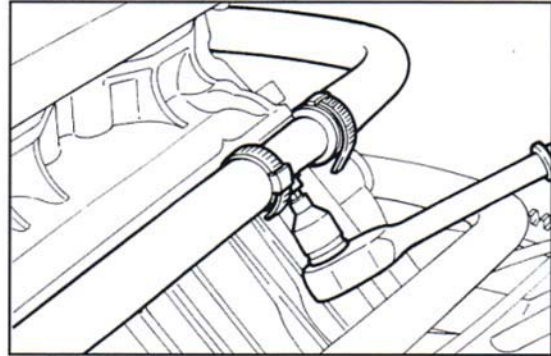

Fig. 58 ▲
- svitare la vite (lunghezza 40 mm) e scollegare la tubazione mandata liquido refrigerante da corpo termostato e da testa cilindri destra a radiatore interno vettura (**Fig. 58**);
- unscrew the screw (40 mm long) and disconnect the coolant feed tube from the thermostat body and from the right cylinder head to the car interior radiator (**Fig. 58**);